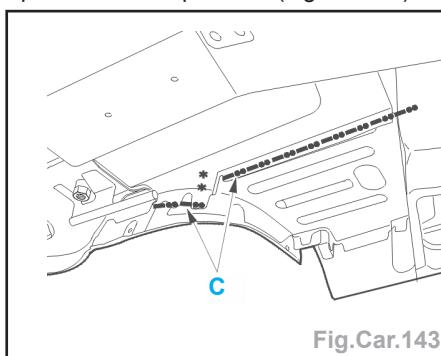

Fig.Car.143
- Découper par fraisage des points, par meulage des points (suivant C) et déposer partiellement le plancher (Fig.Car.143).